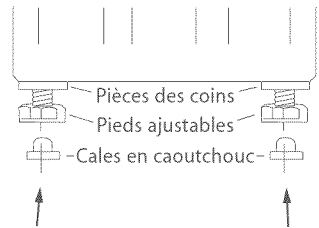

Fig.6 Ajustement des pieds de nivellement
- 1 Dévissez les pieds de façon à ce que l'appareil ne repose PAS sur les pièces des coins, puis insérez les cales de mise à niveau en caoutchouc (Fig.6).